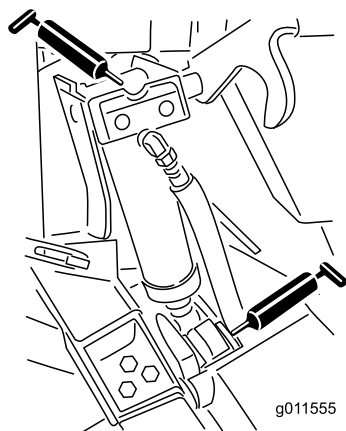

Figura 87
- Quatro casquilhos do cilindro de elevação (Figura 87)